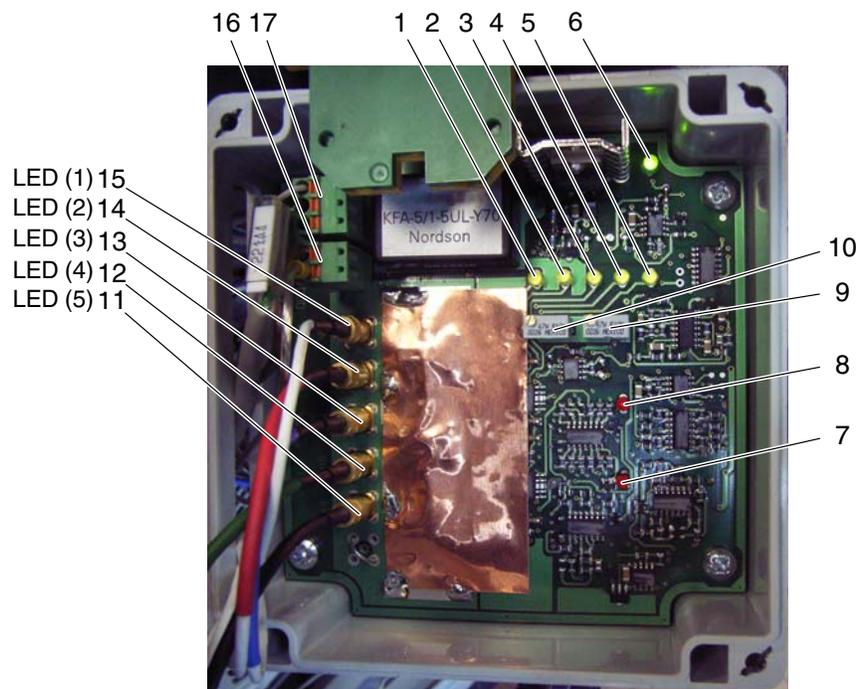

Fig. 7-41 Cores dos cabos do sensor preto (bk) - verde (gn) - azul (bl) - vermelho (rd) - branco (wh)
1. Rode o potenciómetro *P3* (10, fig. 7-41), apenas até o LED *Tanque está vazio* (1, fig. 7-41) começar a acender-se.
4. Rode o potenciómetro *P4* (9, fig. 7-41), apenas até todos os LEDs (2 a 5, fig. 7-41) começarem a acender-se. Devido a tolerâncias de fabrico, pode acontecer que isto não suceda simultaneamente.